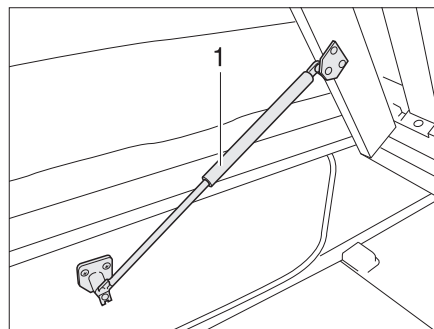

Bild 127 Fast säng
- Lyft ribbotten. Gasfjädrarna (Bild 127,1) håller kvar ribbotten i öppet läge.